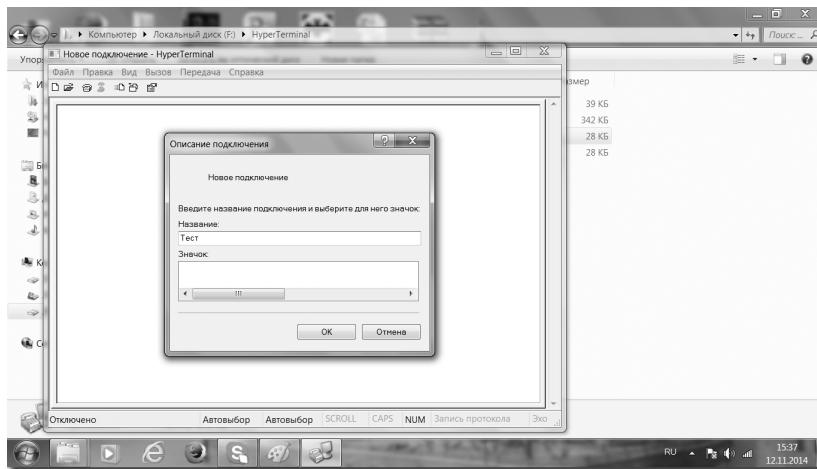

Рис. 21
4.6. Создаем новое подключение. Название подключения придумываем по Вашему желанию и нажимаем «OK» (рис.21).